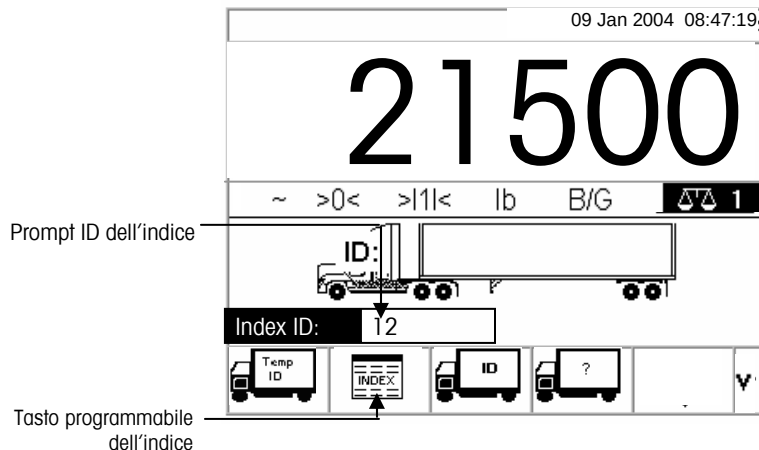

Figura 2-10: Schermata di pesa con prompt ID dell'indice
1. Una volta che il veicolo si trova sulla bilancia, premere il tasto programmabile INDEX (INDICE) (Figura 2-10).
2. Viene visualizzato un prompt d'ID dell'indice con un cursore nel campo ID (vedere la Figura 2-10).